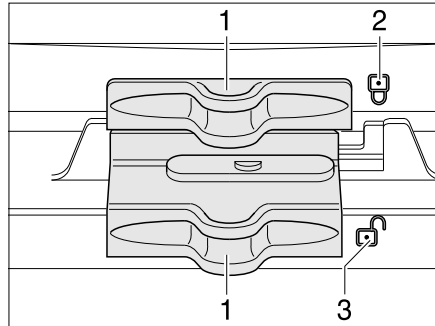

Bild 140 Verriegelung der Kühlschranktür/Frosterfachtür (Dometic 7er-Reihe mit separatem Frosterfach)
- Verriegelung (Bild 140,1) zur Seite schieben, so dass das offene Schloss "G" (Bild 140,3) sichtbar ist.
- Verriegelung (Bild 140,1) zur Seite schieben, so dass das geschlossene Schloss "G" (Bild 140,2) sichtbar ist.